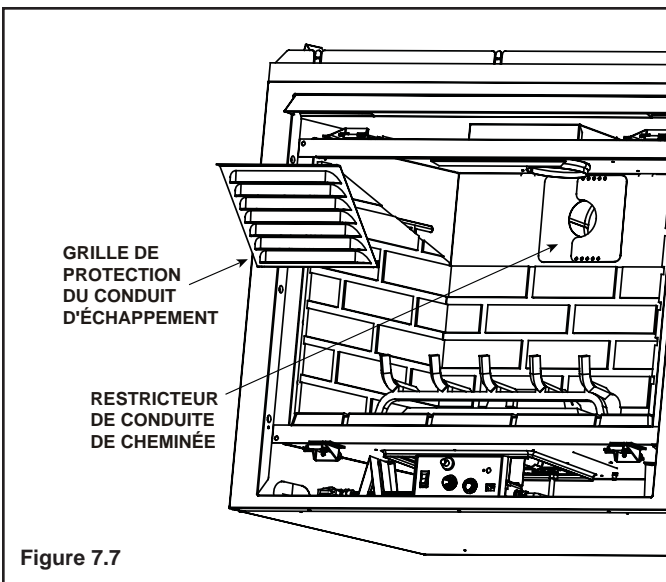

Figure 7.7
1. Enlevez la grille de protection du conduit d'échappement à l'aide d'un tournevis à douille de 1/4 po. en retirant les quatre vis qui la tiennent en place (voir Figure 7.7).